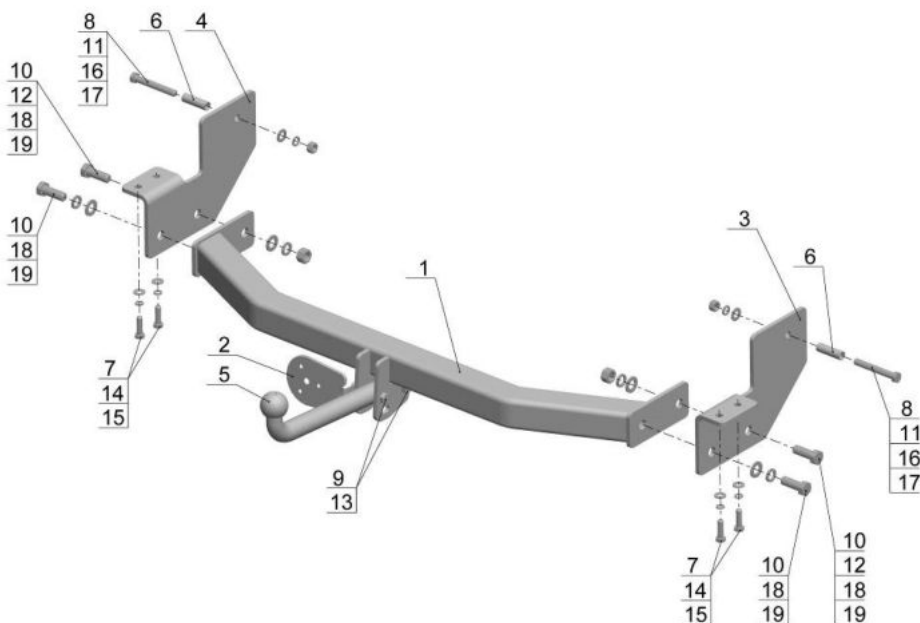

Рис.1.
- Установить ТСУ (рис.1) на автомобиль, используя крепежные элементы (поз.10,12,18,19);